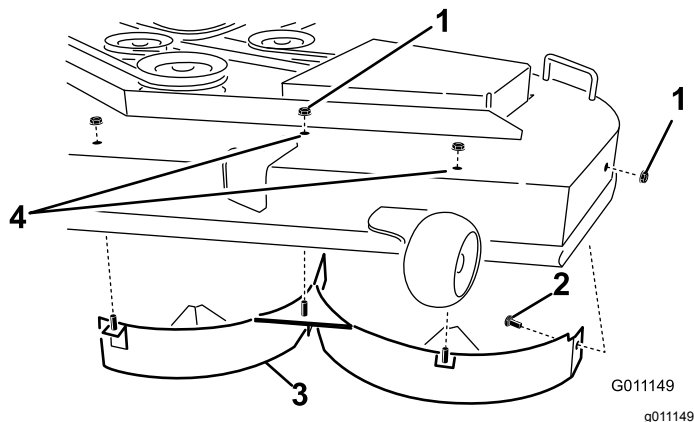

Figura 32
4. Retire las 3 contratuercas (5/16") de las clavijas soldadas del deflector izquierdo, en la parte superior de la carcasa del cortacésped, en las posiciones centro, centro izquierda e izquierda (Figura 32).
5. Retire el perno de cuello cuadrado y la contratuerca, situados en la pared lateral de la carcasa del cortacésped, que sujetan el deflector izquierdo a la carcasa (Figura 32).
6. Retire el deflector izquierdo de la carcasa del cortacésped (Figura 32).
7. Localice los 2 pernos en las piezas sueltas, y utilice las contratuercas existentes para instalar estas fijaciones en los taladros indicados en Figura 32 de la carcasa del cortacésped para evitar que se arrojen residuos al aire.